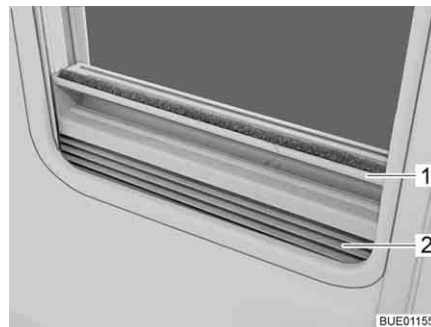

Fig. 31 Dispositif occultant plissé
- Saisir le dispositif occultant plissé (Fig. 31,2) par le centre de la barre-poignée (Fig. 31,1), le tirer du bas vers le haut et le relâcher à la hauteur voulue. Le dispositif occultant plissé reste alors à cette hauteur.